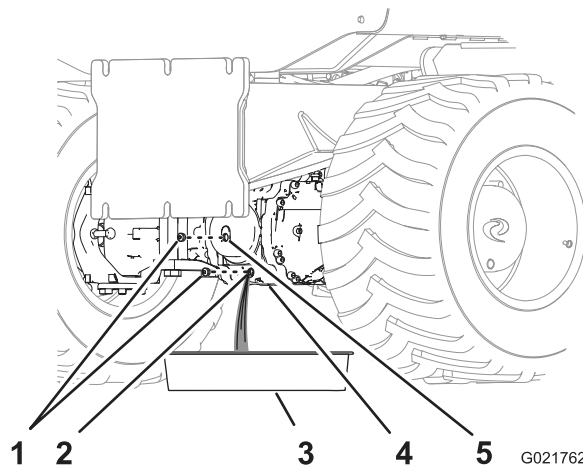
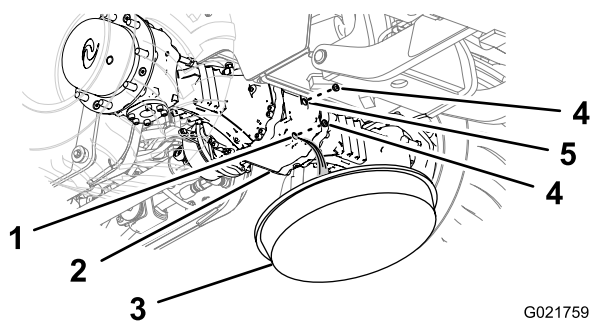

Figure 69
Figure 68
- Placez un bac de vidange sous le logement de pignon du pont (Figure 68 et Figure 69).
- Enlevez les bouchons du regard et de l'orifice de vidange du logement de pignon (Figure 68 et Figure 69).